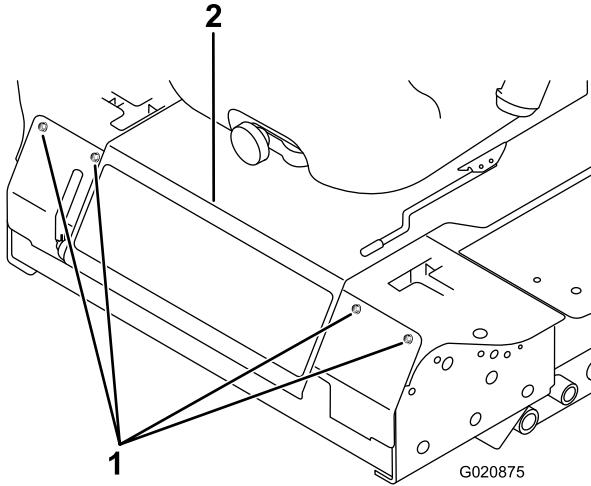

Figure 77
3. Retirez les boulons de fixation du panneau avant et déposez le panneau (Figure 77).